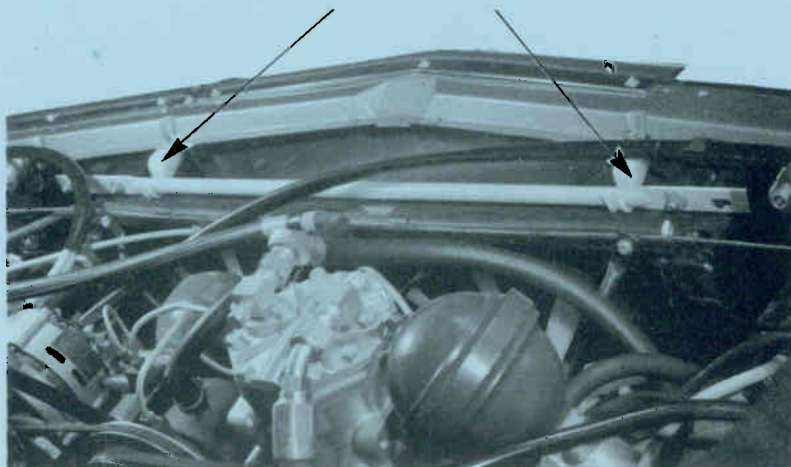

Fig. 1
- 1) Het verdient aanbeveling de witte plastic lagers te vervangen door zwarte kunststof lagers 1 S 5407325 X op die wagens die er niet van zijn voorzien. (afb. 1)